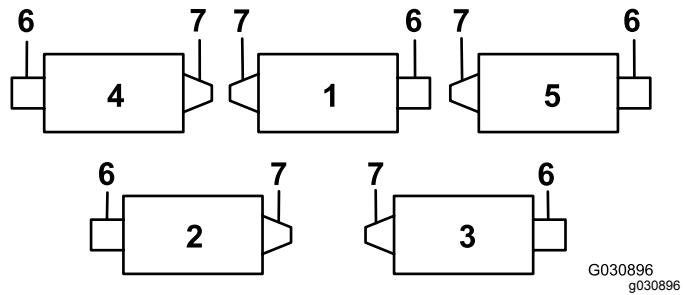
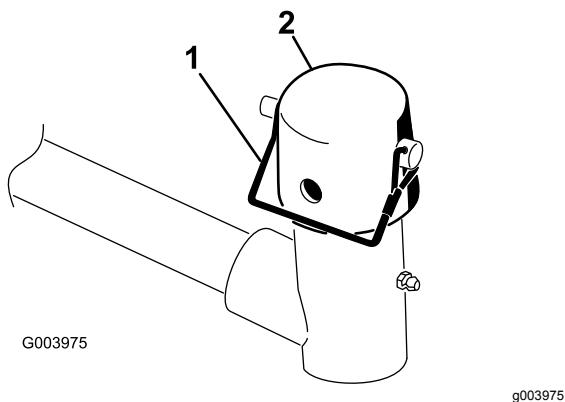

Bild 7
**Bild 9**
**Wichtig:** Montieren Sie an den Schneideeinheiten Nr. 4 (vorne links) und Nr. 5 (vorne rechts) die Schlauchführungen mit den Befestigungsmuttern der Stangenhalterung vorne an den Schneideeinheitsnasen (Bild 7 und Bild 8). Die Schlauchführungen sollten sich zur mittleren Schneideeinheit neigen (Bild 8 und Bild 9).